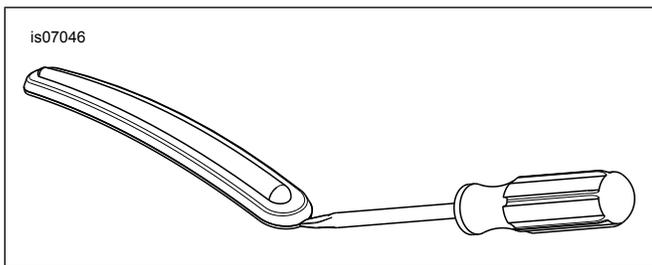

Figura 1. Remoção da faixa de acabamento do para-lama
- b. Ver Figura 1 . Introduza a ponta da chave de fendas entre a chanfradura cromada e a faixa de acabamento de borracha.